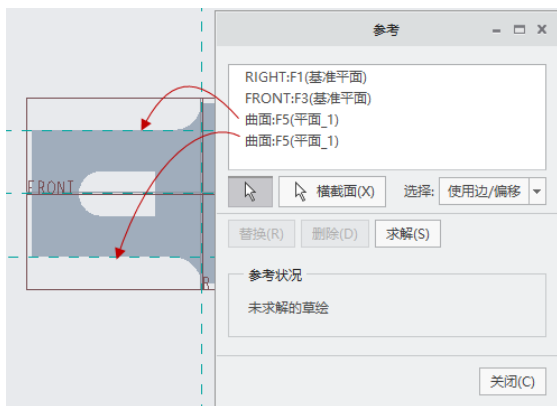

图 5-55 指定绘图参考
(4) 在“折弯”选项卡中打开“折弯线”面板, 接着在“折弯线”面板中单击“草绘”按钮, 进入草绘器中。
(5) 在功能区“草绘”选项卡的“设置”组中单击 (参考) 按钮, 弹出“参考”对话框, 指定新绘图参考, 如图 5-55 所示, 然后在“参考”对话框中单击“关闭”按钮。